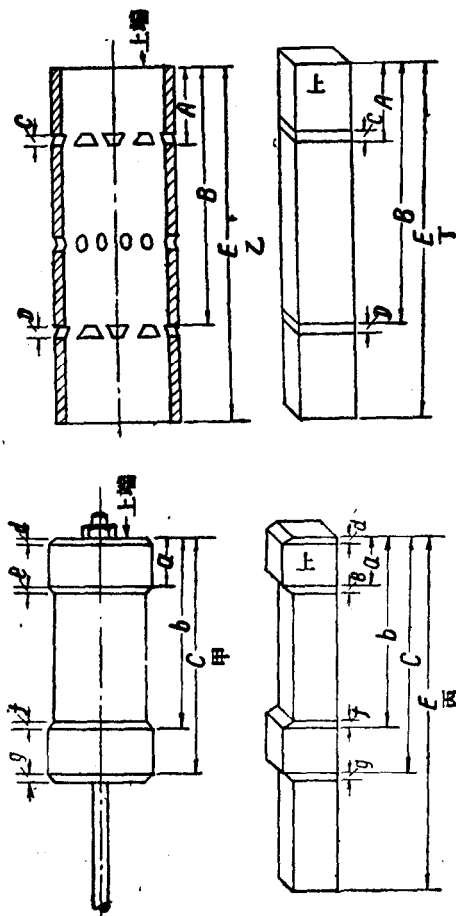

图4 汽阀尺的尺寸：
(8) 装上填料函的压紧圈和螺母（但不装填料）。
(9) 测量汽缸、活塞、汽阀室、汽阀的有关尺寸（如图4所示）。